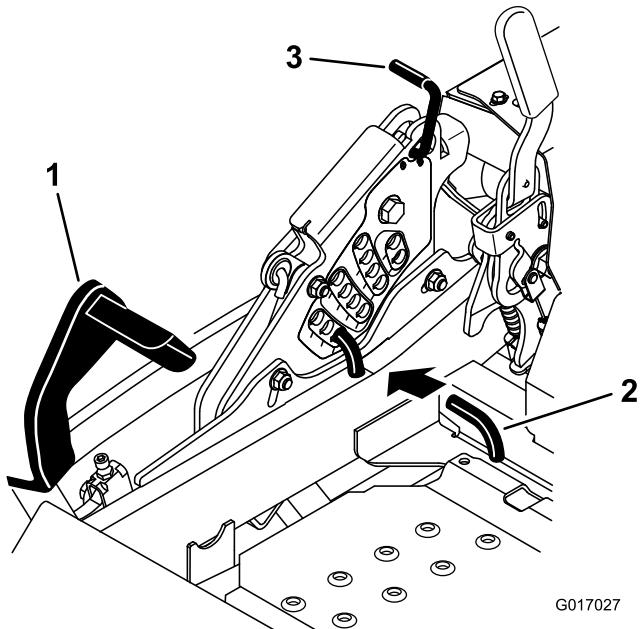

Figura 89
5. Empuje el pedal de elevación de la carcasa hacia delante del todo; la carcasa se enganchará en la posición de transporte de 14 cm (5 1/2 pulgadas) (Figura 89).